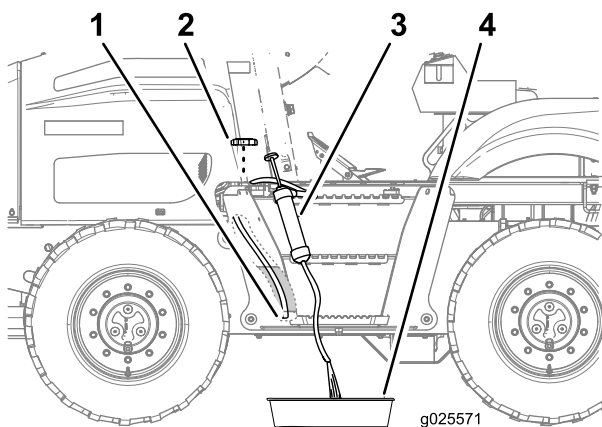

Bild 72
1. Nehmen Sie den Tankdeckel vom Kraftstofftank ab (Bild 72).
- Verlegen Sie den Ansaugschlauch des Absauggeräts durch den Füllstutzen des Kraftstofftanks zur Unterseite des Kraftstofftanks (Bild 72).
- Leiten Sie den Auslassschlauch des Absauggeräts in eine Auffangwanne (Bild 72).
- Schrauben Sie den Tankdeckel auf den Füllstutzen des Kraftstofftanks (Bild 72).